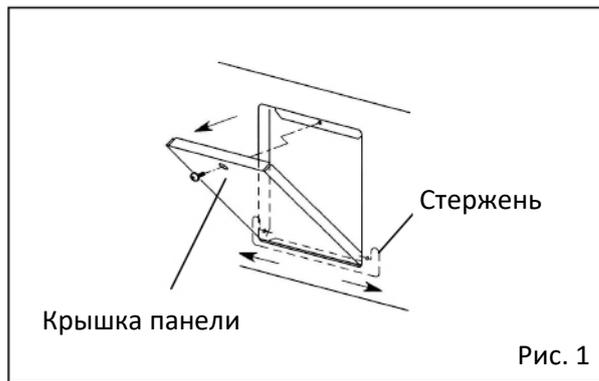

Рис. 1
2. Открутите винты, фиксирующие крышку панели в месте для установки регистратора температуры, и откройте крышку панели (Рис. 1).
3. Снимите крышку панели со стержня, надавив на край стержня в правую и левую сторону соответственно (Рис. 1).